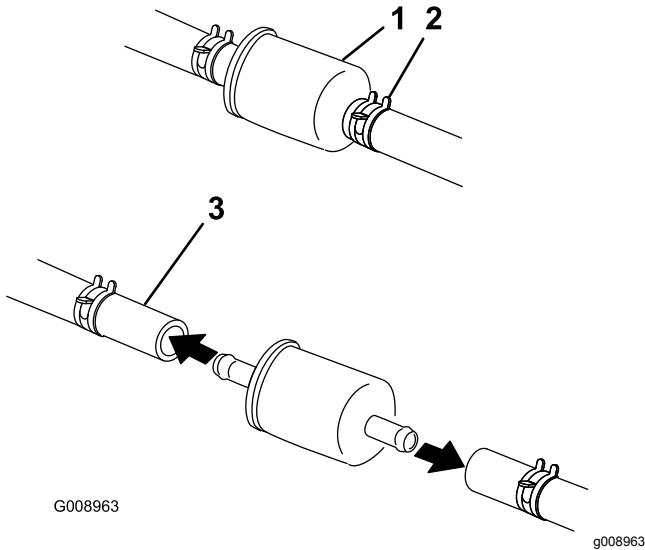

Figura 42
- Apriete los extremos de las abrazaderas y deslícelas por el tubo alejándolas del filtro (Figura 42).